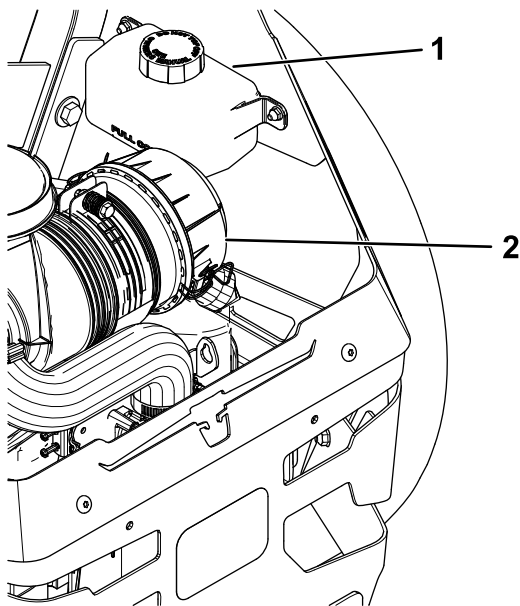

Figura 70
2. Compruebe el depósito de expansión y si es necesario, añada fluido hidráulico Toro® HYPR-OIL™ 500 hasta la línea FULL COLD (Figura 70).